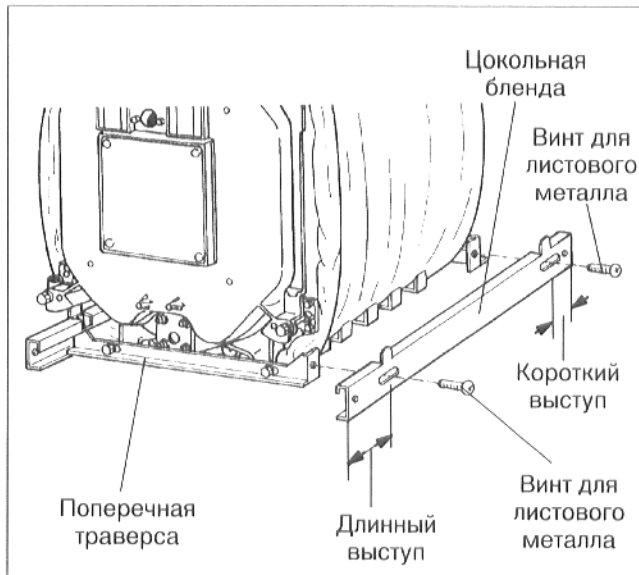

Рис. 35
- Подвесить цокольную бленду к нижней траверсе так, чтобы выступающая ее часть находилась впереди (рис. 35).
- Привинтить цокольные бленды сбоку к боковым траверсам винтами для листового металла (рис. 35).